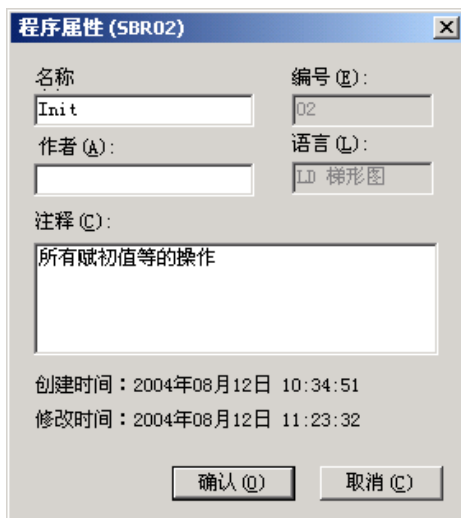

图 4-15 “程序属性”对话框
- ▶ [属性]：打开“程序属性”对话框，如图 4-15，可以对该程序的属性进行修改。